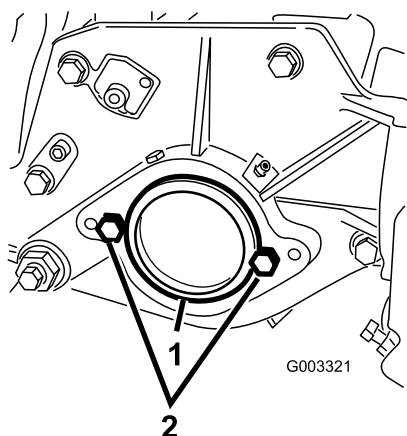

Bild 7
- Nehmen Sie rechts an der Schneideinheit den Plastikstöpsel vom Lagergehäuse ab (Bild 7).
- Nehmen Sie die zwei Schrauben von der rechten Seitenplatte ab (Bild 7).
- Schrauben (2)
- Schrauben Sie die zwei Befestigungsschrauben für den Spindelmotor lose an der linken Platte der Schneideinheit fest (Bild 7).